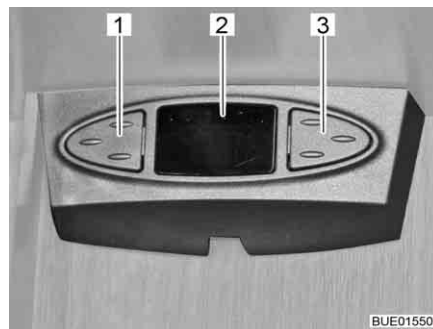

Bild 25 Sat-Maus
Je nach Modell ist die Satellitenanlage mit einer Sat-Maus ausgestattet. Die Anzeige (Bild 25,2) der Sat-Maus zeigt den eingestellten Kanal an. Mit den beiden Tasten können die Grundfunktionen der Satellitenanlage bedient werden (Senderwechsel, Ein-/Ausschalten).
- Vorherigen Sender aus der Senderliste wählen: Linke Taste (Bild 25,1) drücken.
- Nächsten Sender aus der Senderliste wählen: Rechte Taste (Bild 25,3) drücken.
- Zwischen Radio und TV umschalten: Tasten (Bild 25,1 und Bild 25,3) gleichzeitig kurz drücken.
- Receiver ein-/ausschalten: Tasten (Bild 25,1 und Bild 25,3) gleichzeitig drücken und gedrückt halten.